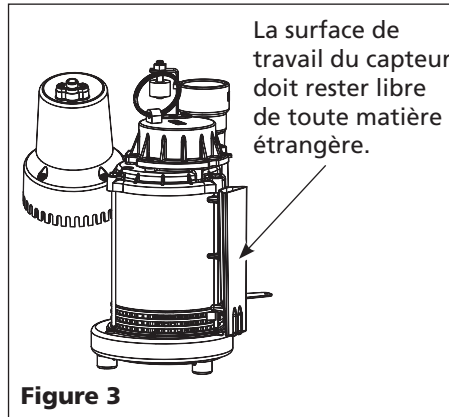

Figure 3
5. Essuyer régulièrement la surface du capteur d'eau pour éviter que de la vase ou autres revêtements s'accumulent sur le capteur (Voir la Figure 3).